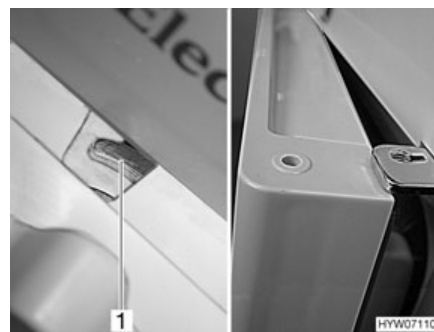

Fig. 218 Porte du réfrigérateur en position de ventilation (Dometic Série 7)
- Pousser le dispositif de verrouillage complètement vers la droite. La porte du réfrigérateur est fixée à l'aide de l'arrêteur de porte (Fig. 218,1). La porte du réfrigérateur reste ainsi légèrement ouverte (Fig. 218).